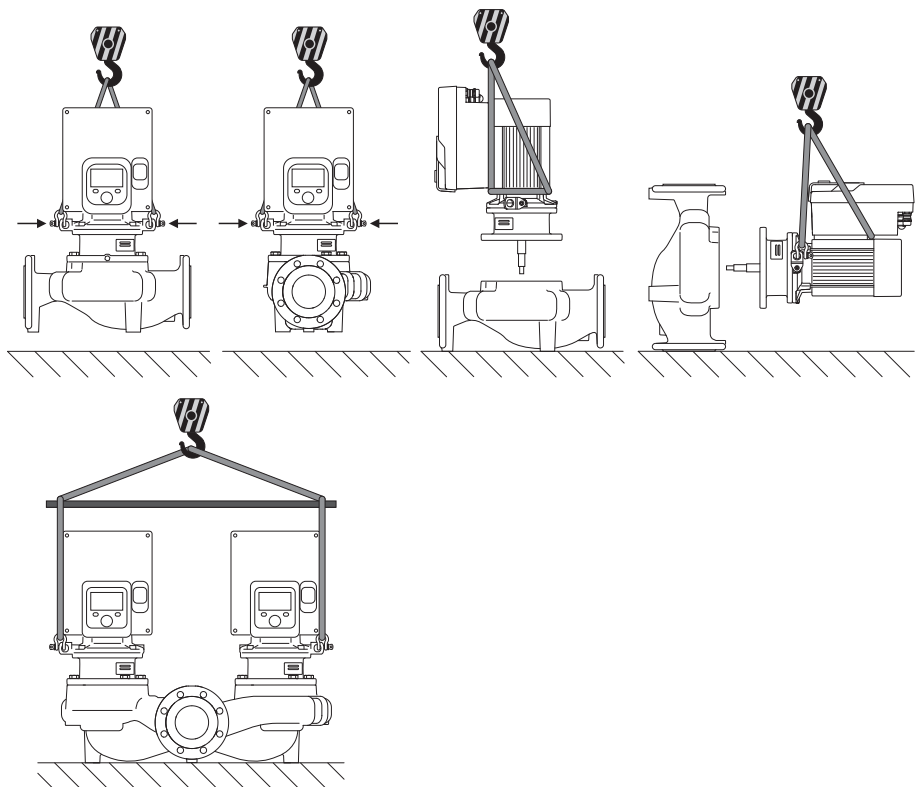

Fig. 6: Heberichtung
Der Transport der Pumpe ist mit zugelassenen Lastaufnahmemitteln (Flaschenzug, Kran etc.) durchzuführen. Lastaufnahmemittel müssen an den am Motorflansch vorhandenen Transportösen befestigt werden. Hebeschlaufen, falls erforderlich unter die Adapterplatte schieben (Fig. 6).
2. Einstecksatz (Fig. 4) zur Absicherung mit geeigneten Hebemitteln an den Transportösen befestigen. Damit die Einheit nicht kippt, eine Gurtschleife gemäß Fig. 6 um Motor und Adapter des Elektronikmoduls herum legen. Beim Befestigen eine Beschädigung des Elektronikmoduls vermeiden.